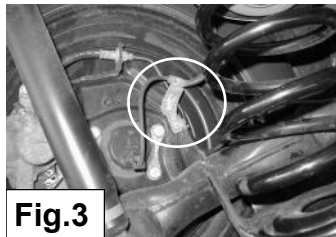

Fig.3
3. Maak de bevestiging van de kabel van de A.B.S. sensor los op de draagarm. Zie fig. 3.
3. Release the fastening of the A.B.S. cable on the suspension arm. See fig. 3.
3. Demontieren Sie die Befestigung des A.B.S Kabels auf den Tragarm. Sehe fig. 3.
3. Détachez la fixation du câble du capteur ABS du bras de suspension. Voir fig. 3.